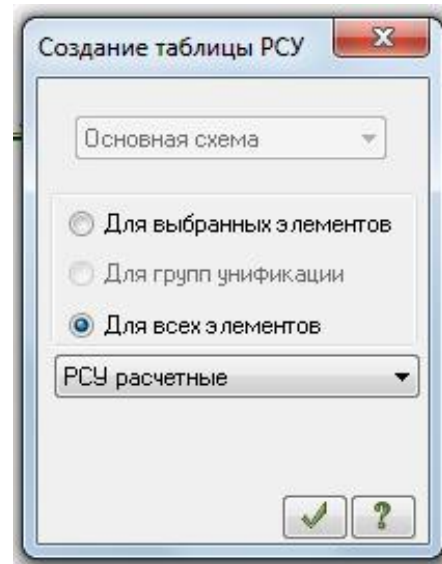

Рис. 2.37. Диалоговое окно Создание таблицы элементов
- В диалоговом окне Создание таблицы элементов выберите Для всех загрузок (рис. 2.37).